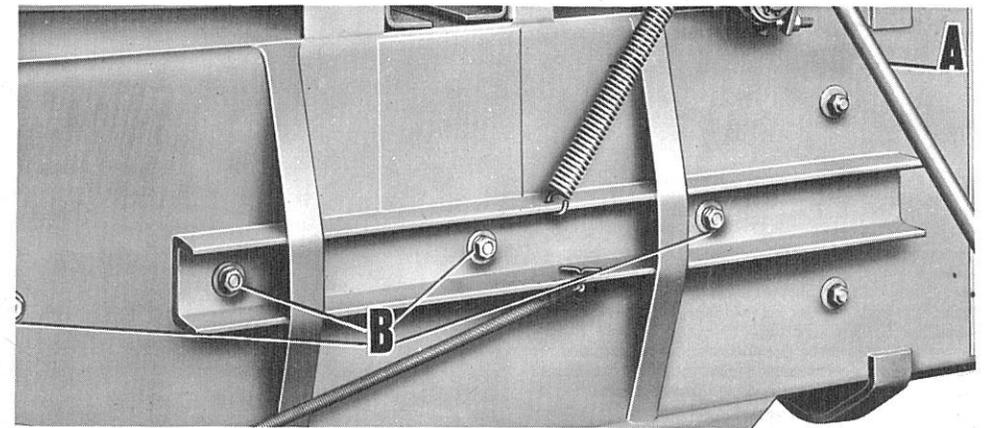

Fig. 36. Addition de cales sur le profilé de renfort pour compenser l'usure latérale.
2. Desserrer les cinq écrous (quatre d'entre eux sont représentés sur la Fig. 36, en B) des goujons du profilé de renfort. Introduire les cales nécessaires et resserrer à bloc les écrous.